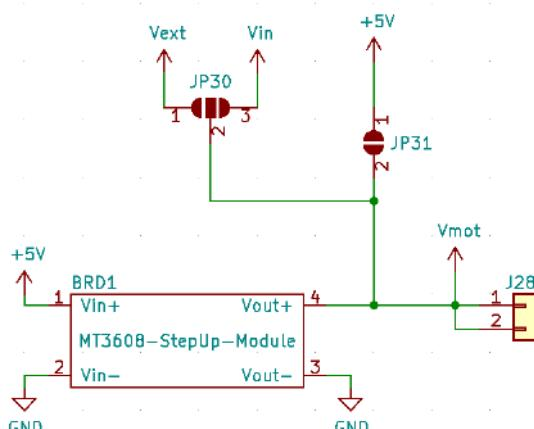

Figure 86 – Schema connessioni relative alla tensione di alimentazione V_{mot} della IOT PROTO SHIELD PLUS
Si consideri che V_{mot} è disconnesso di default: spetta a voi alimentare (J12) il motore con la tensione corretta considerando le connessioni mostrate in Figure 86.
- Alimentare il motore, secondo le specifiche di funzionamento, Figure 86 e Figure 88